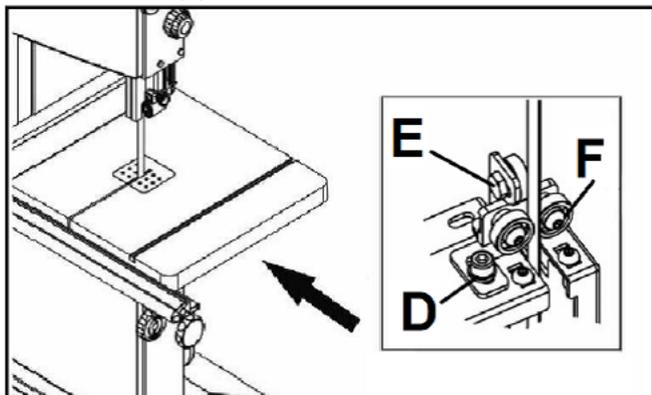

Рисунок 16
Ослабьте винт с внутренним шестигранником (D, Рис. 16), переместите всю нижнюю направляющую пыльной ленты и установите боковые подшипники в положение 1-2 мм от впадины зуба полотна (изогнутая область в основании зуба). Снова затяните винты (D).
Ослабьте болт (E) и установите упорный подшипник в положение 0,4 мм от задней кромки ленты. Снова затяните болт (E, Рис. 16).
Ослабьте болт (F, Рис. 16) и отрегулируйте боковые подшипники с зазором 0,1-0,2 мм до ленты. Снова затяните болт (F).